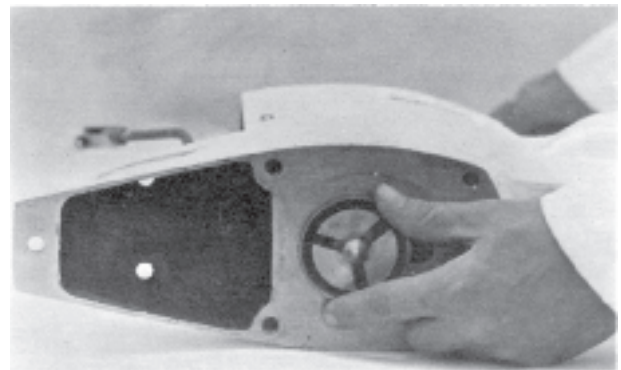

Fig. 16
5. Demontera axeln (110) för växeloget (109) och drag ut detta.
6. Drag ut lagerbanan (159) för axiallagret. Använd verktygen 884140 och 884143. Se fig. 16.